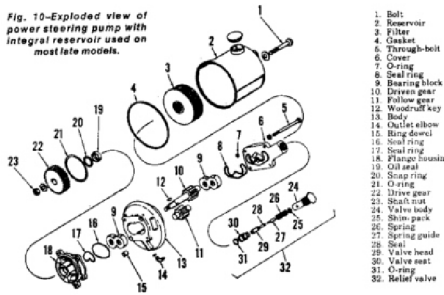

Fig. 10—Exploded view of power steering pump with integral reservoir used on most late models.
Op modellen met geïntegreerde pomp en reservoir verwijzen naar fig. 10. Schone pomp en de omgeving en los te koppelen pompdruk en retourlijnen. Opnieuw verplaats de twee dopschroeven vast pomp naar motor voorklep en lift uit pomp en reservoir als eenheid. Giet het reservoir af en verwijder doorschout bout(1), reservoir (2) en filter (3).
Nieuwe tandwielen zijn beschikbaar in gematchte sets. Installeer bij de nieuwe monteren van de pomp alle nieuwe afdichtingen, "0" ringen en afdichtingsringen. Op modellen met drie schachtafdichtingen (Fig.9), de twee binnenste afdichtingen zijn geïnstalleerde lippen eerste en buitenste lip uit om te dienen een stofafdichting. De stroomregelklep (3), veer(4) en stekkers (1 en 13) ontmoeten nieuwe "0" ringen (2 en 14). Drukverlichting installeren klep (10), veer (9) en stekker (7), er zeker van zijn dat alle shims (6) zijn in de stekker en het gebruik van nieuwe "O"-ring (8). De pomp tandwielen naar lager blokken (gebruik Fig.8 als leidraad, indien) en in het apparaat in pomplichaam. Zorg voor dat de twee boutringen (holle deuvels) zijn in plaats in pomplichaam plaats, dan de positie van de voorklep op het lichaam. Plaats de achterzijde plaat (18—Fig. 7) aan de achterzijde van het lichaam en achterklep te installeren. Draai de vierdop aan schroeven (deurbouten) tot een koppel van 13-17 Ft.-Lbs. Installeer de pompaandrijving sleutel, stuuruitrusting, tabwasser en moer. Draai de moer aan een koppel van 55-60 Ft.-Lbs. en buig tab van ring tegen plat op moer. Op modellen met geïntegreerde pomp en reservoir naar fig. 10. Schone pomp en de omgeving en los te koppelen pompdruk en retourlijnen. Opnieuw verplaats de twee dopschroef pomp naar motor voorklep en lift uit pomp en reservoir als eenheid. Giet het reservoir af en verwijder deurschout bout